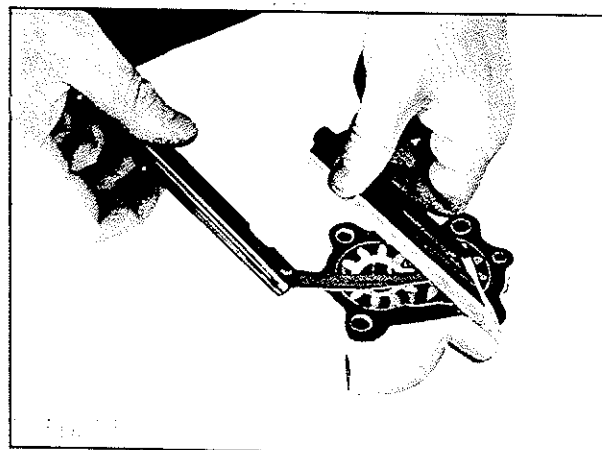

BILD 72 : Messen des Axialspieles
2. Zahnluft der Ölpumpenzahnräder kontrollieren (Bild 72). Bei Überschreiten des zulässigen Verschleißes die Zahnräder erneuern. (Zahnspeil 0,15 - max 0,2 mm)